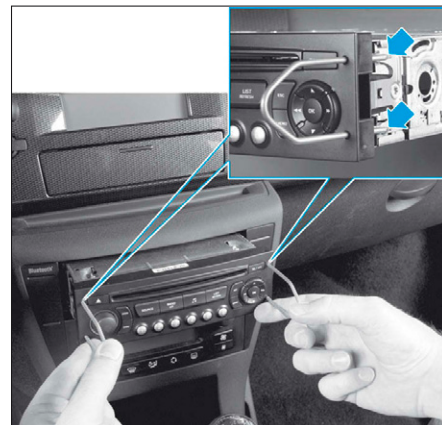

FIG. 25
- Introduire, dans les trous situés sur la façade de l'autoradio, les 2 outils d'extraction (ou 4 axes de diamètre approprié). Cette introduction aura pour effet d'escamoter les agrafes de retenue et ainsi permettre l'extraction de l'autoradio. Débrancher l'ensemble de ses connexions avant de l'extraire complètement (Fig.25).